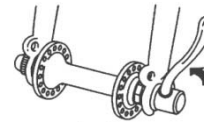

fig. 12 QR Closed Position
(2) Steek het wiel tussen de vorkpoten van de vooruitstekende vork zodat de as stevig bovenaan de sleuven zit. Die staan op de uiteinden van de vorkbladen, de uitvaleinden. De hendel van de snelkoppeling moet links van de fiets staan (afb. 12 en 13). Als uw fiets een geklikte secundaire borginrichting heeft, zet deze dan vast.